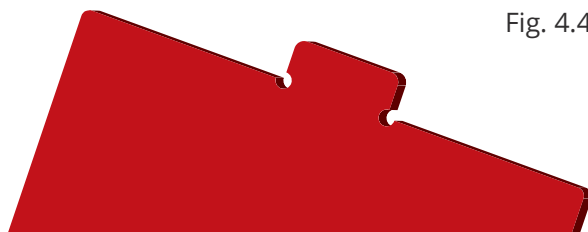

Fig. 4.4
- De te bevestigen platen moeten meestal zo dicht mogelijk tegen elkaar aan geplaatst worden. Zorg er daarom voor dat de plaat met de nokken kan rusten op de plaat met de sleuven. Haal eventueel ook de binnenradius bij de nok weg. (Fig. 4.4) In het geval van dickere platen (vanaf 8 mm) kan bij de sleuf een deel van de radius in de hoek weggesneden worden om de nok makkelijker te bevestigen.